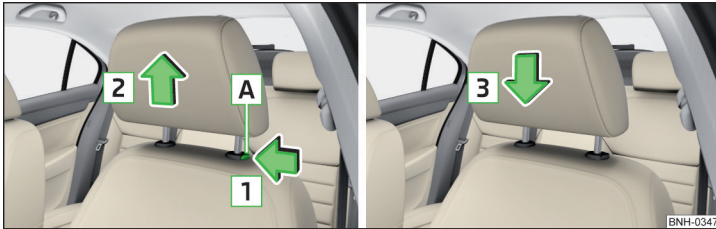

Abb. 72 Kopfstütze vorn herausnehmen/einsetzen
- › Zum **Herausnehmen** die Sicherungstaste **A** in Pfeilrichtung **1** halten und die Stütze in Pfeilrichtung **2** herausnehmen » Abb. 72.